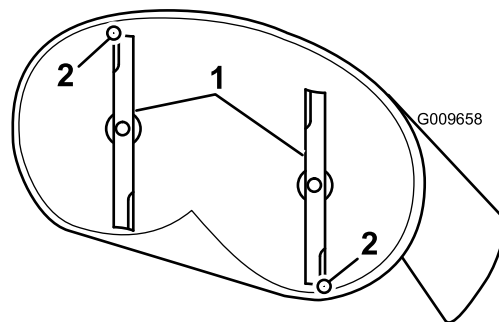
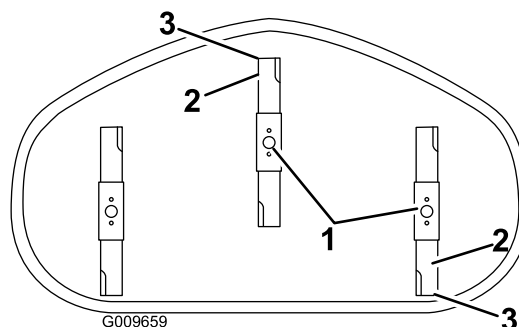

Figure 49
Figure 50
4. Faites pivoter les lames avec précaution pour faire passer les pointes avant à l'arrière (Figure 49 et Figure 50).
5. Mesurez la distance entre la pointe de la lame avant et la pointe de la lame arrière par rapport à la surface plane (Figure 49 et Figure 50). Si la pointe avant de la lame n'est pas de 1,6 à 7,9 mm (1/16 à 5/16 po.) plus basse que la pointe arrière, réglez le contre-écrou avant.
8. Une fois le réglage effectué, vérifiez à nouveau l'inclinaison avant/arrière des lames. Poursuivez le réglage de l'écrou jusqu'à ce que la pointe avant de lame soit de 1,6 à 7,9 mm (1/16 à 5/16 po.) plus bas que la pointe arrière (Figure 49 et Figure 50).